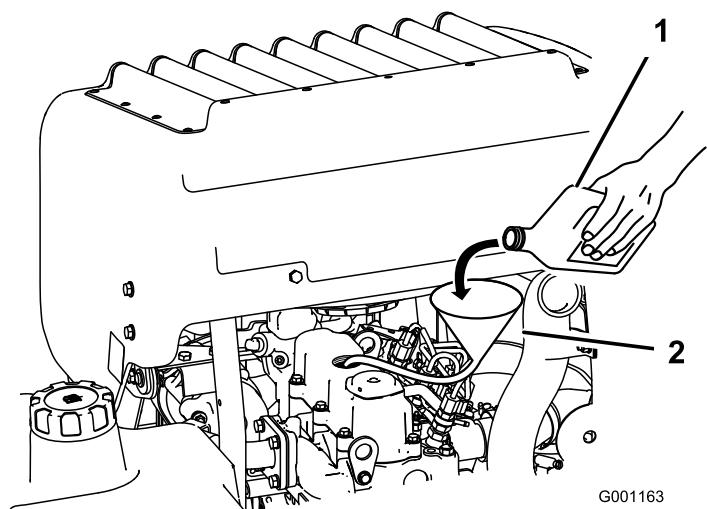

Figura 69
- Utilize um tubo e um funil para adicionar óleo ao motor (Figura 69).